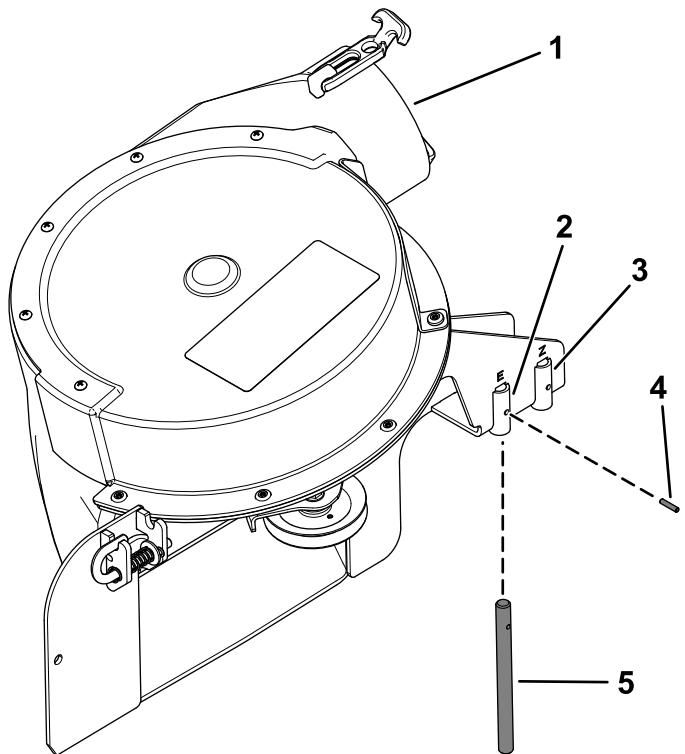

Figura 17
Verificate che il perno girevole sia fissato sul gruppo soffiatore nella posizione corretta (Figura 17).
- Se avete un piatto di taglio da 122 cm o 132 cm, montate il perno girevole nel foro anteriore (Figura 17).
- Se avete un piatto di taglio da 152 cm, montate il perno girevole nel foro posteriore (Figura 17).